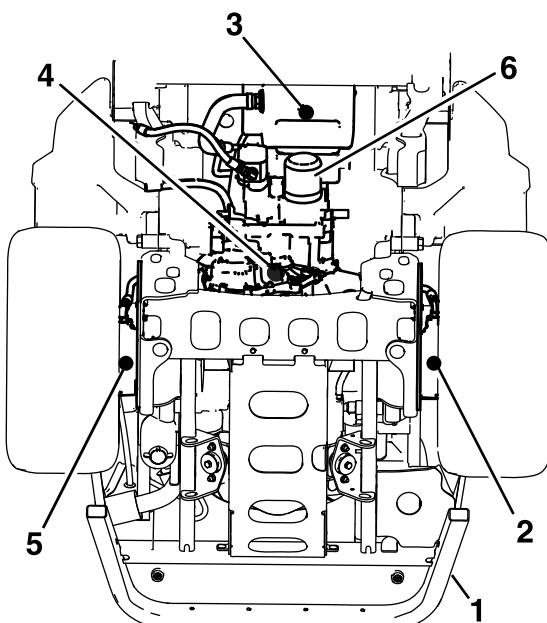

Figura 68
4. Coloque un recipiente de vaciado grande debajo del depósito de fluido hidráulico, el alojamiento de la transmisión y los motores de rueda izquierdo y derecho (Figura 68).
5. Retire los tapones de vaciado de cada zona y deje que se drene el fluido hidráulico (Figura 68).
6. Limpie la zona alrededor del filtro de fluido hidráulico y retire el filtro (Figura 68).